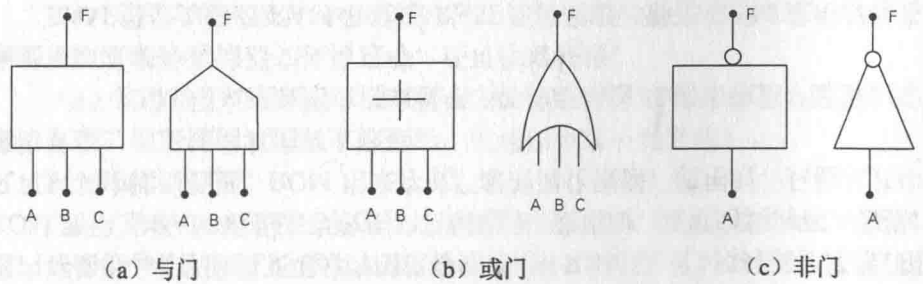

图 1-5 门电路的几种表达图形
(1) “与门”的逻辑表达式为 $F=A \cdot B \cdot C$ 。输入、输出之间的逻辑关系是：只有当所有的输入（A、B、C）都为 1 时，输出 F 才为 1；也可表达为：只要其中一个输入为零，即表示输出便为 0。“与门”的符号表达如图 1-5（a）所示。
(2) “或门”的逻辑表达式为 $F=A+B+C$ 。输入、输出之间的逻辑关系是：只要有一个输入为 1，输出一定为 1；也可表达为：只有当所有输入都为 0 时，输出才为 0。“或门”的符号表达如图 1-5（b）所示。
(3) “非门”的逻辑表达式为 $F=\overline{A}$ 。输入、输出之间的逻辑关系是：输入“1”，则输出“0”；输入“0”，则输出“1”，从逻辑关系可见非门即为反相器。“非门”的符号表达如图 1-5（c）所示。